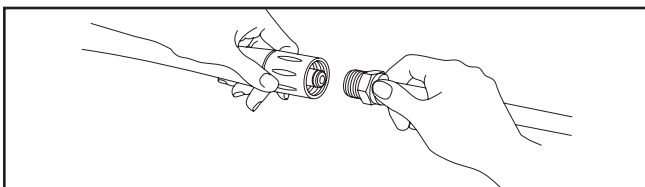

Figura 8 — Conecte la extensión de la lanza a la pistola rociadora
6. Conecte la extensión de la boquilla a la pistola rociadora. Apriétela con las manos (Figura 8).